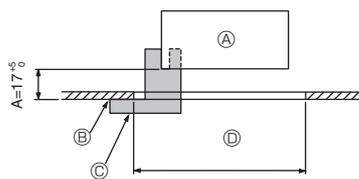
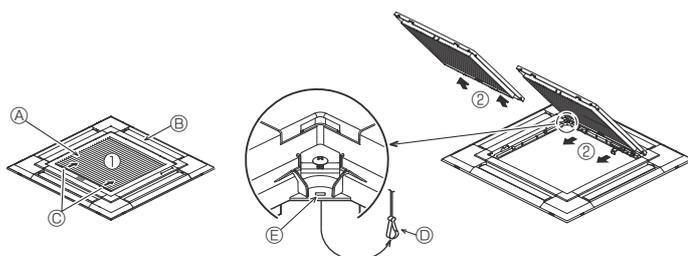
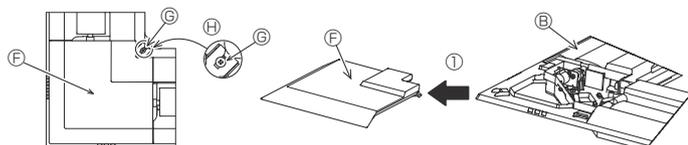

Fig. 9-2
Fig. 9-3
Fig. 9-4
①	Gitter	1	950 × 950 (mm)
②	Installationsmessgerät	1	(In 4 Teile unterteilt)
③	Schraube (4 × 16)	1	für PLP-6EAE, PLP-6EALME, PLP-6EALME
④	Eckplatte für den i-see sensor	1	für PLP-6EAE, PLP-6EALME, PLP-6EALME
⑤	Drahtlose Fernbedienung	1	für PLP-6EALM, PLP-6EALME
⑥	Fernbedienungshalter	1	Im Lieferumfang enthalten, wenn die drahtlose Fernbedienung vorhanden ist.
⑦	LR6-AA-Batterien	2	Im Lieferumfang enthalten, wenn die drahtlose Fernbedienung vorhanden ist.
⑧	3,5 × 16 Gewindeschneidschrauben	2	Im Lieferumfang enthalten, wenn die drahtlose Fernbedienung vorhanden ist.
9.2. Vorbereitung zum Anbringen des Gitters (Fig. 9-2)
• Mit der mit diesem Bausatz gelieferten Lehre ② die Position des Hauptgeräts im Verhältnis zur Deckenoberfläche überprüfen. Wenn das Hauptgerät im Verhältnis zur Deckenoberfläche nicht richtig positioniert wird, kann Luft austreten, oder es kann sich Kondensationsflüssigkeit ansammeln.
- Ⓒ Installationsmessgerät ② (in das Hauptgerät eingeführt)
9.2.1. Das Ansauggitter abnehmen (Fig. 9-3)
• Zum Öffnen des Ansauggitters die Hebel in die Richtung, die durch Pfeil ① gekennzeichnet ist, schieben.
• Das Scharnier des Ansauggitters bei geöffnetem Ansauggitter (Position „offen“) vom Gitter wie durch Pfeil ② gekennzeichnet, abnehmen.
9.2.2. Die Eckplatte abnehmen (Fig. 9-4)
• Die 4 Schrauben an der Ecke lösen. Die Eckplatte in Pfeilrichtung ① in der Abbildung schieben und die Eckblende abnehmen.
[Fig.9-3] [Fig.9-4]